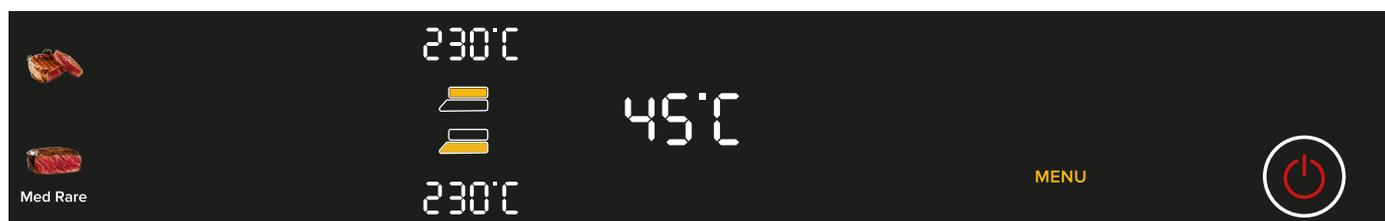

Рис. 15
4. Подключите термозонд в выборе режима стейков и степени прожарки стейка на шаге 2. Цифровой индикатор времени начнет отображать температуру зонда, например «54°C» для средней прожарки, индикаторы температуры для верхней и нижней пластин покажут температуру нагрева, индикатор кнопки времени погаснет. Настройка температуры нагрева пластины и настройка температуры зонда переключаются с помощью кнопки температуры. Нажмите кнопку ОК, чтобы войти в состояние предварительного нагрева, цифровой индикатор времени покажет «H--». После предварительного нагрева раздастся 3 звуковых сигнала, а цифровой индикатор времени отобразит символ «Add». Расположите стейк с термозондом на гриль и нажмите кнопку ОК, чтобы начать приготовление. Цифровые индикаторы температуры верхней и нижней пластин остаются неизменными, а индикатор времени отобразит фактическую температуру термозонда (рис.15).